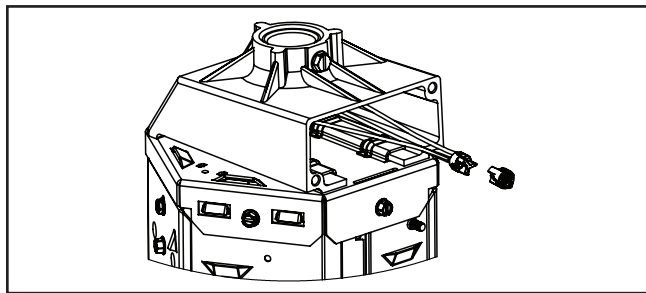

Figure 6.
6. Respectez le code pour le filage. (Figure 6.)